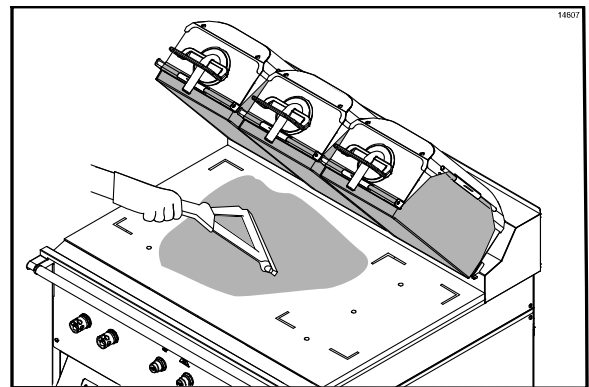

图 15
6. 用干净的橡皮刮板将黏附片在煎烤区分散开来。(请见图 15)